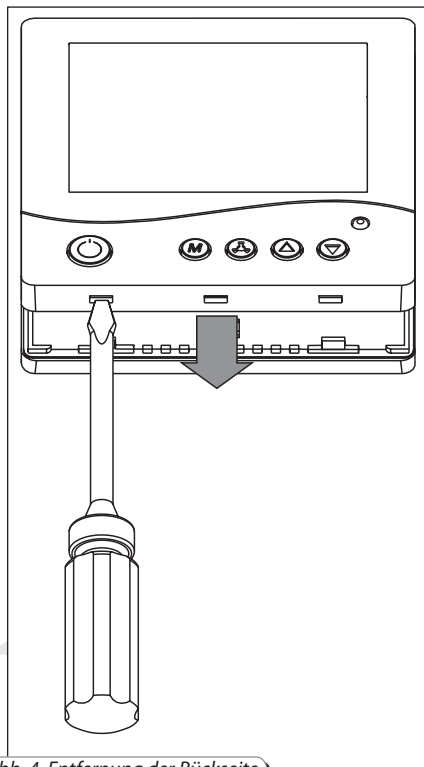

Abb. 4. Entfernung der Rückseite
- Die Verschlüsse im unteren Teil des Bedienpultes mit einem Schraubenzieher durch die Zugangslöcher vorsichtig öffnen, Abb. 4.